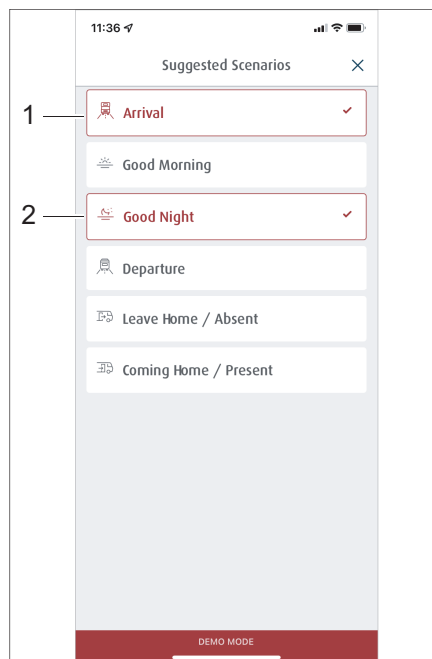

Fig. 302 Selección de escenarios preparados
- Presionar la tecla del escenario deseado, por ejemplo, *Llegada* (Fig. 302,1) y *Buenas noches* (Fig. 302,2).